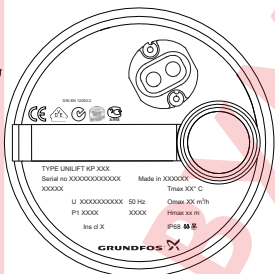

Рис. 8 Направление вращения
3. Проверить перемещение (толчок) насоса при запуске. Если он вращается (рывок насоса) в направлении, указанном на рис. 8 (по часовой стрелке), то в этом случае электродвигатель имеет правильное направление вращения. Если рывок имеет противоположенное направление, следует поменять местами два фазовых провода подключения электродвигателя.